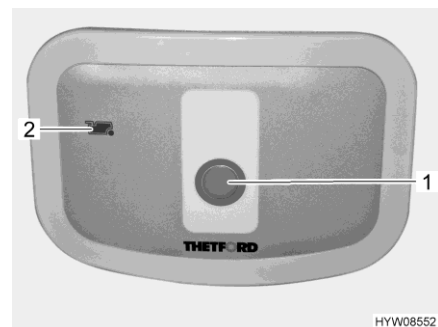

Bild 211 Spülknopf/Kontroll-Leuchte (Thetford-Toilette)
- Zum Spülen den blauen Spülknopf (Bild 211,1) drücken.
Die Kontroll-Leuchte (Bild 211,2) leuchtet, wenn der Fäkalientank entleert werden muss.